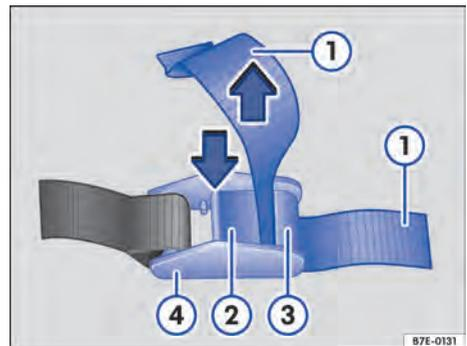

Fig. 139 Apertar o cinto de retenção.
1. Verificar antes de apertar: a alavanca → Fig. 139 (2) não pode ficar posicionada na carga, em bordas ou outros objetos salientes.
2. Pressionar e manter pressionada a alavanca → Fig. 139 (2) da braçadeira (4).
3. Passar o cinto de retenção → Fig. 139 (1) de trás para a frente entre a alavanca (2) e o perfil (3).
4. Apertar o cinto de retenção → Fig. 139 (1) e soltar a alavanca (2).